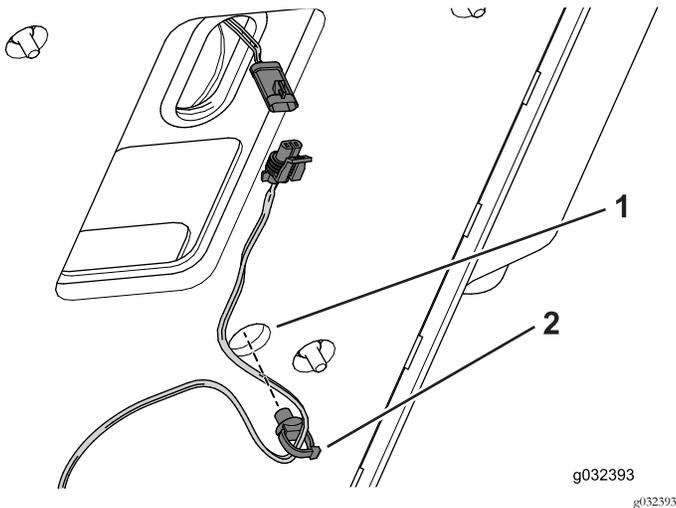

Figura 4
6. Montate la clip per cavo sulla parte inferiore della piastra del sedile (Figura 4).
7. Collegare l'interruttore del sedile al cablaggio preassemblato (Figura 4).